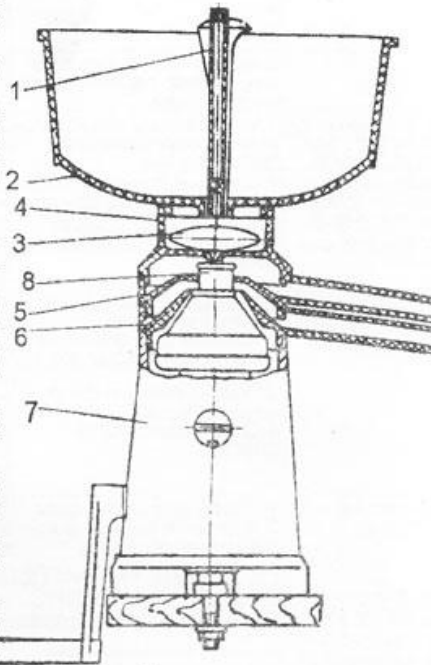

Рис. 1 Общий вид сепаратора - сливко-отделителя
6.6. Затем на верхнюю часть механизма (рис.1) установить последовательно приемник обрата поз.6, приемник сливок поз.5, поплавковую камеру поз.4 с поплавком поз.3, приемник молока поз.2, кран поз.1.
6.8. Детали поз. 2, 4, 5, 6 (рис.1) собрать без перекосов.
7.3. Открывать кран поз.1 (рис.1) для спуска молока нужно плавно только при достижении рабочих оборотов (65—75 об/мин.) рукоятки.
7.5.3. В случае срочного прекращения работы сепаратора необходимо закрыть кран поз.1 (рис.1) и прекратить вращение рукоятки.